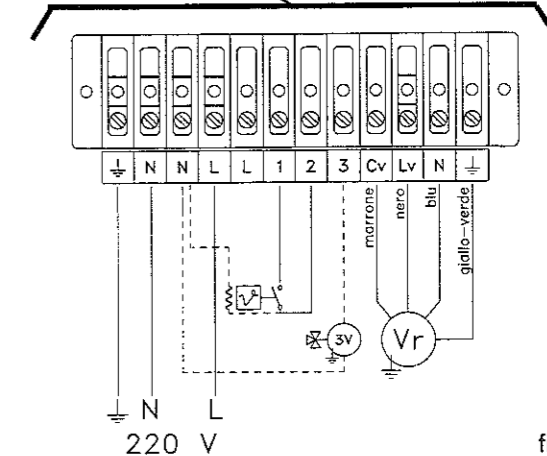

fig. 9
Il collegamento elettrico tra unità interna ed esterna è particolarmente facilitato dal fatto che l'unità condensante è già provvista di un cavo elettrico (3) (fig. 9) di 3 metri di lunghezza collegato internamente al motore del ventilatore: